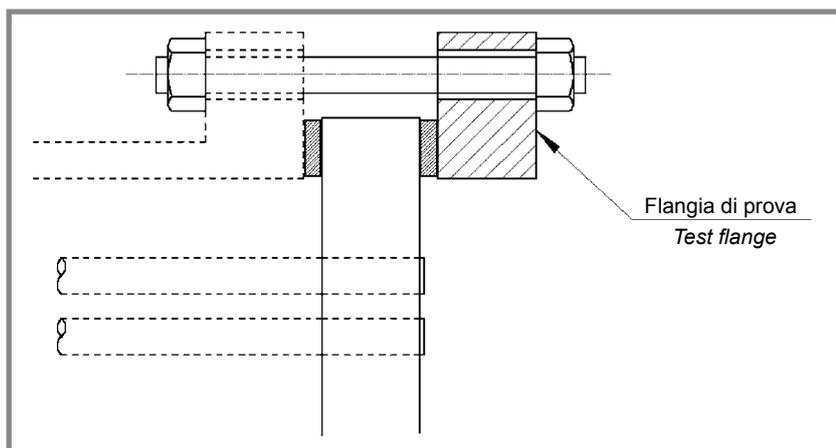

Fig. 8
- Rimuovere la testata. Sostituire la testata con un anello di prova (vedi Fig. 8) che si accoppia con le flangie del mantello. Imbullonare l'anello di prova bloccando il fascio tubiero.
- Following the procedures previously mentioned for front head removal, remove the head and replace it with a test flange (see Fig. 8) that mates with the shell body flange. Replace the nuts and bolts/studs.